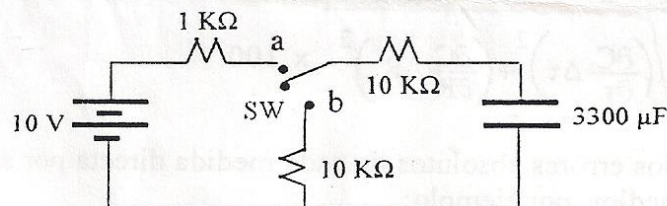

Figura 7.6
7. F.7 En el circuito de la figura 7.6: (a) ¿cuál es el voltaje a través del resistor y la carga del condensador, $\frac{1}{2} \tau$ s., después de colocar el interruptor en la posición a?, (b) si el condensador se carga previamente (SW en a), determine la ecuación de la corriente instantánea durante el proceso de descarga (SW en b).